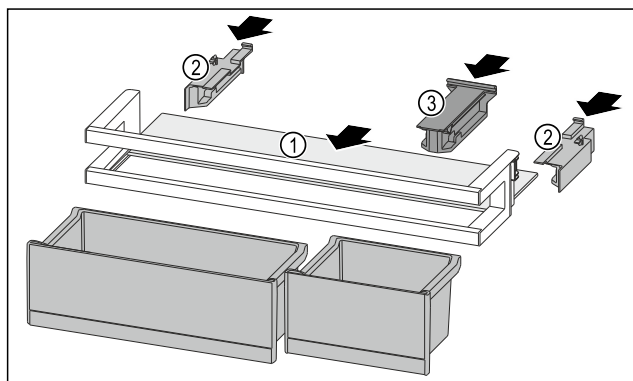

Fig. 130
- ▶ Wsunąć półkę Fig. 130 (1) w boczne wycięcia.
- ▶ Włożyć elementy boczne Fig. 130 (2).
- ▶ Włożyć element trzymający Fig. 130 (3).